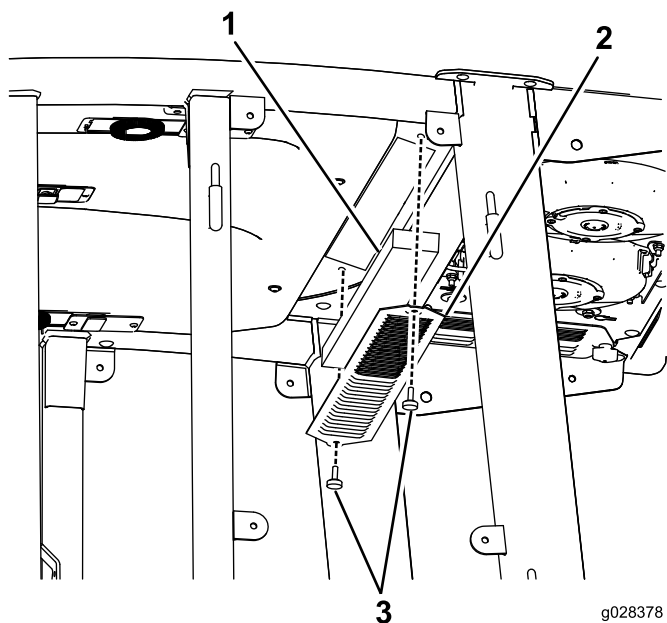
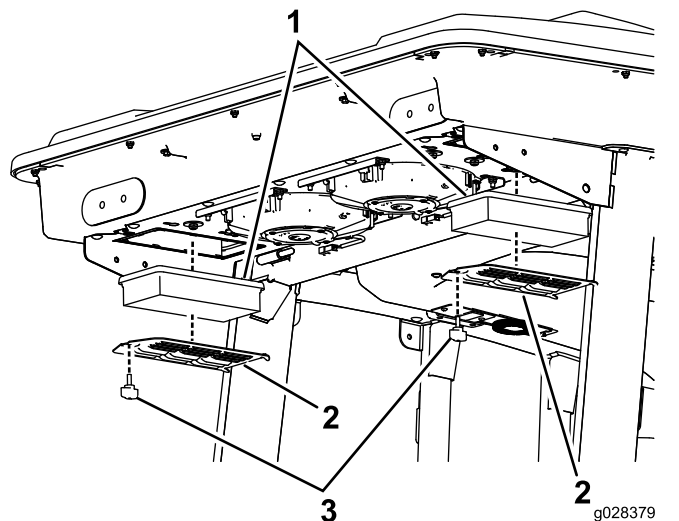

Figura 54
Figura 55
1. Remova os parafusos e as grelhas dos filtros de ar interior e traseiro da cabina (Figura 54 e Figura 55).